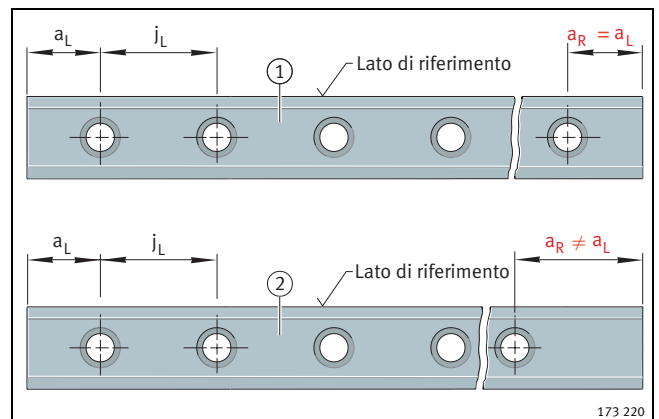

Figura 4 - Piano di foratura simmetrico ① e asimmetrico ② per guide con una serie di fori
■  $a_L \geq a_{L\min}$  ed  $a_R \geq a_{R\min}$ , *Figura 4*.